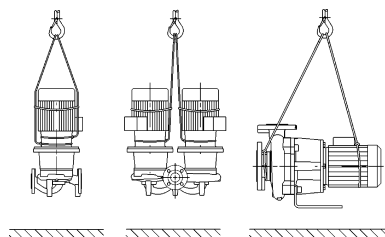

Fig. 7: Transportul pompei
- Inelele de transport de la motor servesc doar la ghidare în momentul prinderii sarcinii (Fig. 7).